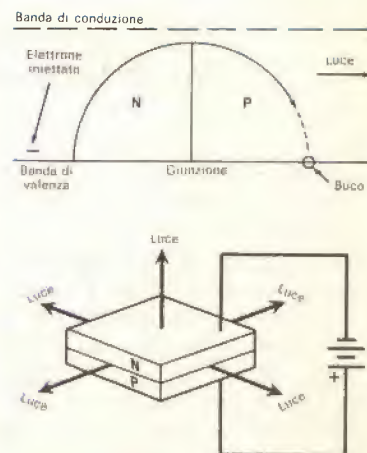
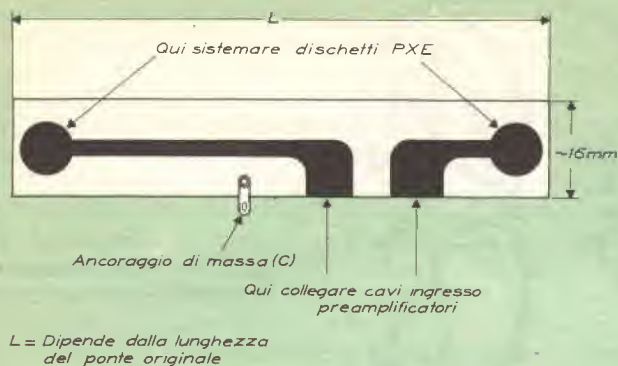

Fig. 2 - La luce viene emessa quando un elettrone attraversa la giunzione n-p e ricade da uno stato eccitato ad uno stato non eccitato.
Fig. 3 - Configurazione del rame sul quale appoggia una faccia dei due dischetti PXE.
Generazione della luce Nel LED, l'emissione della luce viene denominata "luminescenza di giunzione p-n". Come si vede nella fig. 2, la luce viene emessa presso la
Fig. 3 - Il grave problema interfacciale. Il diodo emisferico emette più luce, ma parte di questa viene perduta nella spessa regione n. Alcuni emettitori piani vengono dotati di un riflettore di resina trasparente, per ottenere una maggiore uscita luminosa.
Un'ingegnosa soluzione a questo problema è stata suggerita dai primi ricercatori ed usata commercialmente per la prima volta dalla Texas Instruments. Consiste nel formare la regione emittente del diodo dentro un emisfero. Poiché la luce viene solo fratta ma non riflessa indietro nel diodo, viene emessa tutta la luce che arriva alla superficie (ved. fig. 3). Sfortunatamente, la forma emisferica ha i suoi inconvenienti: il percorso più lungo che la luce deve compiere prima di essere emessa causa un assorbimento interno maggiore che negli emettitori piani. Inoltre, la rettifica dei
Fig. 2 - Schema di montaggio dei due dischetti di PXE. Il ponte originario della chitarra va sostituito con quello indicato nella figura, realizzabile secondo le indicazioni fornite nel testo.
Per comprendere come essi debbono essere montati, si prenda in esame la fig. 2, nella quale A è il piano superiore della cassa armonica della chitarra e B il particolare ponticello che bisogna autocostruirsi.
Per prima cosa è necessario togliere il ponticello originario e sostituirlo con uno di metallo, nel quale si dovranno effettuare, con una lima a triangolo, gli incavi nelle stesse posizioni di quelli originari. Nella soluzione che proponiamo (ved. fig. 2), e che ci sembra la più semplice, è stato usato un pezzo di barra filettata da 5 mm lunga quanto il ponte originario. Questo sistema presenta l'evidente vantaggio che gli incavi per le corde sono già fatti, in quanto possono essere usati quelli dei filetti; inoltre, i
Nella fig. 2 si vede come vanno sistemati i due dischetti di PXE all'estremità del ponte
metallico, in corrispondenza dei due dadi. Un elettrodo sarà costituito da una faccia dei due dadi esagonali, l'altro dal rame riportato su una piastrina (fatta di materiale uguale a quello dei normali circuiti stampati) che verrà appoggiata, con interposizione di un opportuno spessore, sulla cassa di risonanza della chitarra. Nella *fig. 3*, in cui è illustrata questa piastrina, si può vedere la forma dello strato di rame. In definitiva, quindi, ciascun dischetto di PXE risulterà "compresso" dall'alto da una faccia del dado e dal basso dal rame della piastrina del circuito stampato. Evidentemente, essendo il ponte di metallo, le due facce superiori dei dischetti risulteranno elettricamente collegate tra loro, e questo sarà il terminale comune di massa (C) dei due trasduttori (calza del cavetto schermato), mentre le due facce inferiori, essendo elettricamente separate, potranno fornire due segnali che verranno prelevati dalle due piste di rame del circuito stampato (anima del cavetto schermato). Uno spessore opportuno molto liscio con facce parallele, come un pezzo di plexiglass dello spessore di 6 mm, provvede a rendere l'altezza degli incavi della barra (filletti) identica a quella degli incavi del ponte originale (*fig. 2*). Uno strato di feltro o di panno posto sotto lo spessore di plexiglass servirà ad attenuare la riproduzione di rumori derivanti da piccoli urti alla cassa della chitarra ed inoltre contribuirà a mantenere ben saldo l'insieme del nuovo ponte (*fig. 2*). Il ponte, infatti, non viene fis-
sato sulla cassa della chitarra, ma viene tenuto al suo posto dalle corde in tensione. Si raccomanda infine che i dischetti di PXE siano ben centrati fra il rame del circuito stampato e le facce dei dadi da 5 mm. A questo punto siamo in grado di renderci conto della natura dall'effetto stereofonico di cui è capace la nostra chitarra elettronica. Evidentemente, ciascun trasduttore sarà maggiormente sollecitato dalla corda che gli è più vicina (*fig. 2*). Pertanto, il trasduttore di destra esalterà i suoni delle corde sottili (e cioè i toni alti), mentre quello di sinistra esalterà i suoni delle corde più grosse (e cioè i toni bassi). Stando ad una certa distanza, si avrà la sensazione che i toni più alti e quelli più bassi provengano da due "differenti" direzioni.
Al ponticello metallico (punto freddo) sarà collegata la calza del cavo schermato d'ingresso del preamplificatore. Alle due piste di rame del circuito stampato (punti caldi) saranno invece saldati i due fili interni del cavetto, che dovranno essere collegati agli ingressi rispettivamente del canale destro e sinistro del preamplificatore (ved. ancora *fig. 2*).